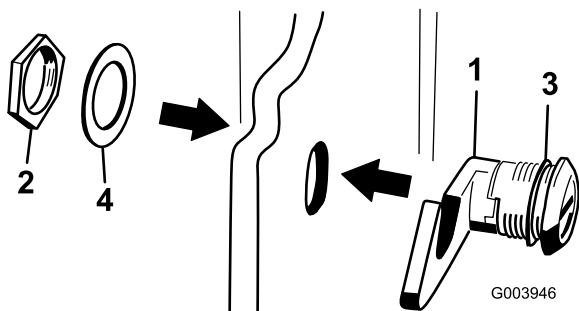

Figura 19
3. Retire a porca do trinco do capot (Figura 19).